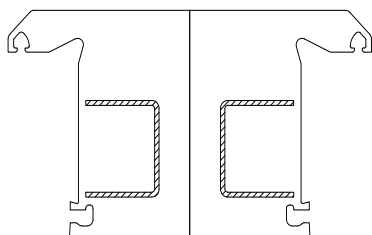

Рис. 1 Соединение 2-х короб (рам)
9.2.1 Использование скрытого соединителя (рис.1)